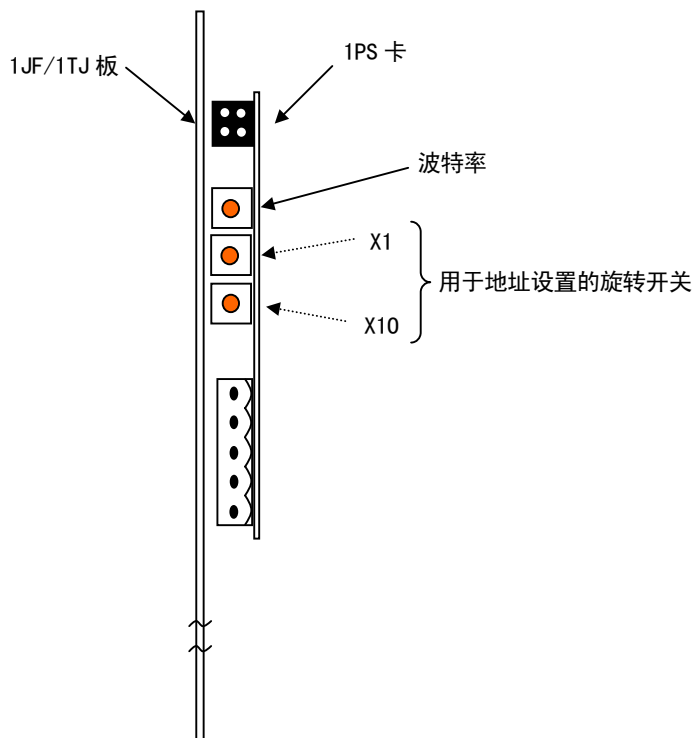

图 E5 接口板(前视图)
2. 配置前，通过 1PS 卡上的两个旋转开关设置机器人控制器的网络地址。可设置的地址范围为 1 到 64。站点编号为网络上的地址，所以需谨慎：在同一网络上不能有两个相同的站点号。下图显示了带有 1JF/1TJ 板 1PS 卡的接口板前视图(图 E5)。